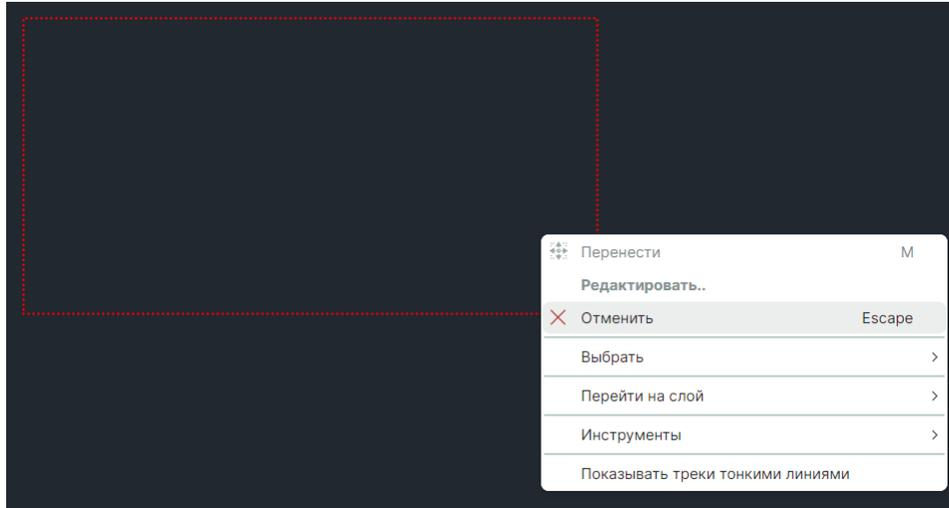

Рис. 466 Завершение работы инструмента
6. Для завершения работы инструмента «Разместить область металлизации» в контекстном меню выберите «Отменить», см. Рис. 466.